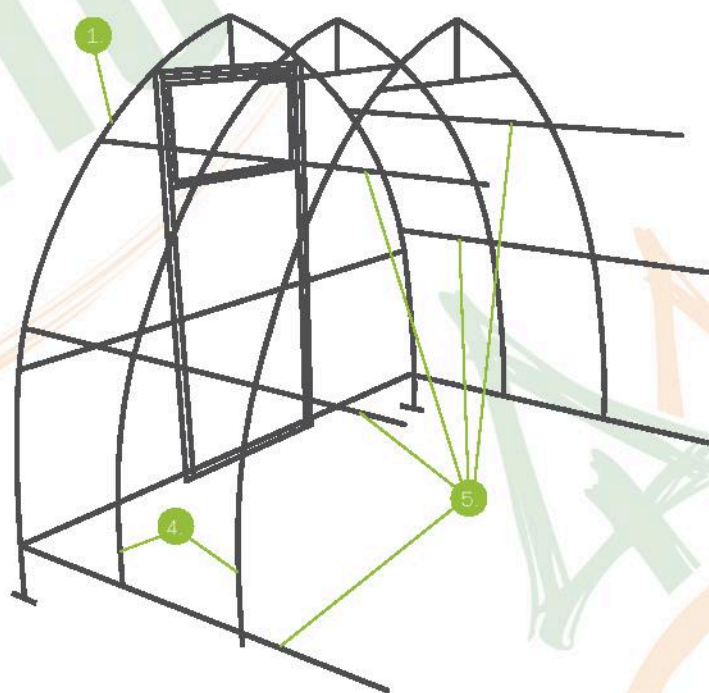

Bild 12.
5.3.4. Solcherweise an Fundamentgeraden müssen zwei Bogen (von außen) anfestigen wie im Bild 12 dargestellt.